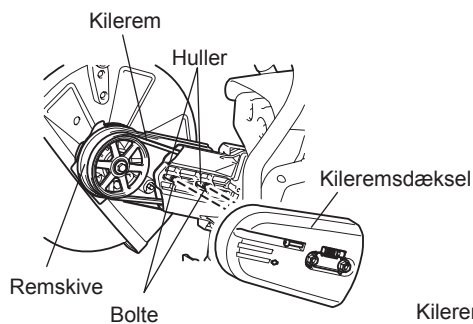

Fig. 6
- (7) Vend det fjernede skæreværktøj om og før en bolt gennem hullet, og genmonter derefter i retning B. Genmonter kileremmen på remskiven. (Fig. 6)